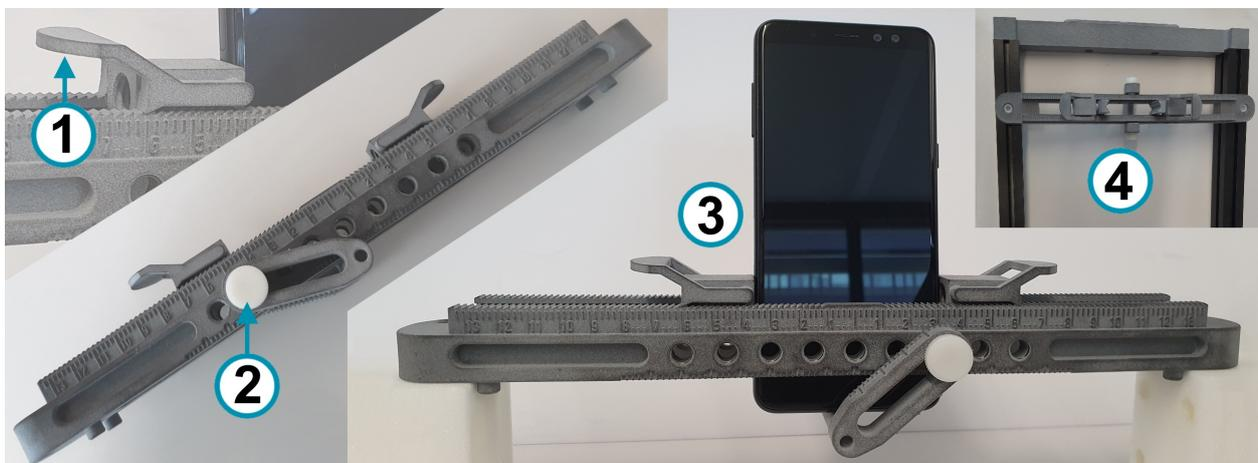

Figure 7-10 : option R&S CMQ-B714A « DUT Clamp 1 », n° de référence 1537.6255.02
« DUT Clamp 1 » peut être monté dans la chambre le « Drawer Support 1 » (voir en haut à droite (4) sur la Figure 7-10) ou sur le « Inner Support 1 ».
« DUT Clamp 2 » peut être monté dans une configuration à simple ou double plateaux sur « Drawer Support 1 » (Figure 7-10).